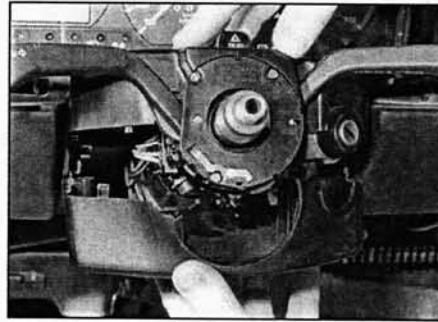

Рис. 5.3. Снятие накладок рулевой колонки
- 3 Отверните два винта снизу и снимите нижнюю и верхнюю накладку рулевой колонки (рис. 5.3).